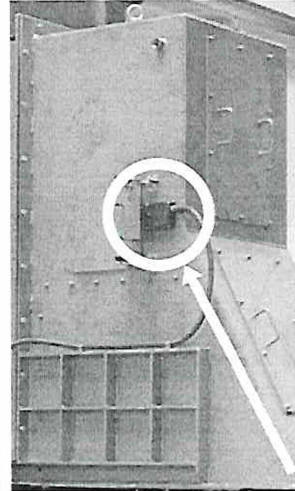

Рис. 27: Вытяните штеккер
6. Вытягивание соединительного штеккера (Рис. 27).